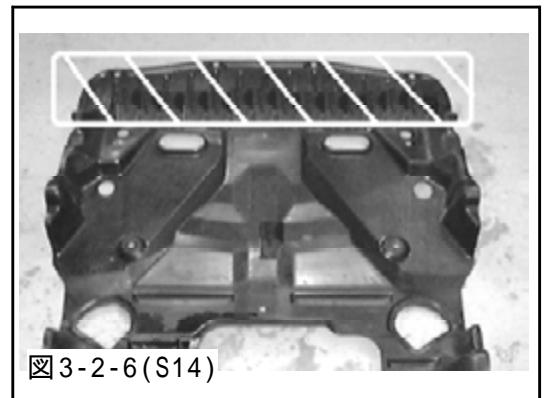

図3-2-6(S14)
- (4)アンダカバーとキットパーツが干渉しないように図の斜線部を切取ってください。(図3-2-6)